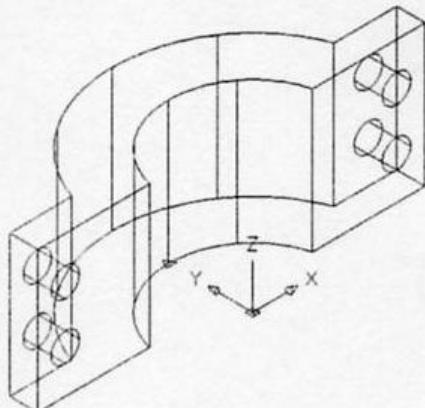

图 11-44 绘制等边三角形
18、按 Enter 键，绘制的三角形如图 11-44 所示。
选择要拉伸的对象: 找到 1 个 //选择图 11-44 中绘制的等边三角形